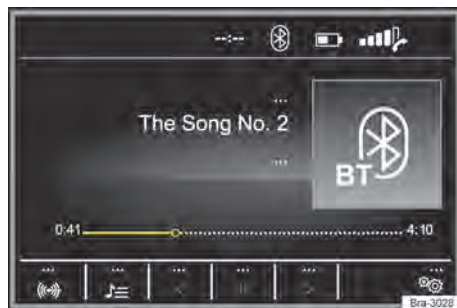

Fig. 128 Menu principal de mídia.
– Pressionar o botão **MEDIA** para abrir o menu principal **MEDIA** → Fig. 128.
As fontes de mídia que são reproduzidas atualmente são exibidas na superfície de função na parte inferior esquerda → Fig. 128.
Legenda da → Fig. 128 e → Fig. 129: